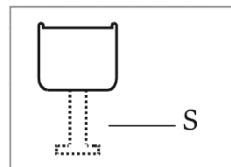

Fig.13
- Når installationen er færdig, og hvis du er tilfreds med apparatets pasform i skabet, skal du bøje og knække de dele af de hvide afstandsstykker, der er markeret med 'S', som vist med den stippledé kontur på Fig. 13. Lad resten af afstandsdaekslet sidder over metalpladerne.